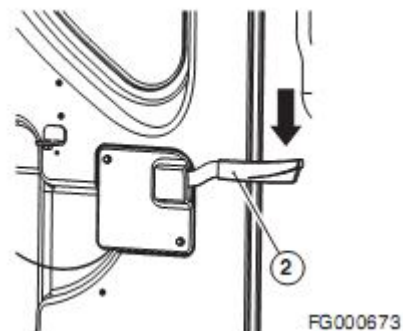

Рисунок 144
2. Чтобы освободить дверь от крепления к боковой стенке кабины, опустите рычажок задвижки (2, рисунок 144) вниз. Рычажок задвижки располагается слева относительно сиденья оператора.